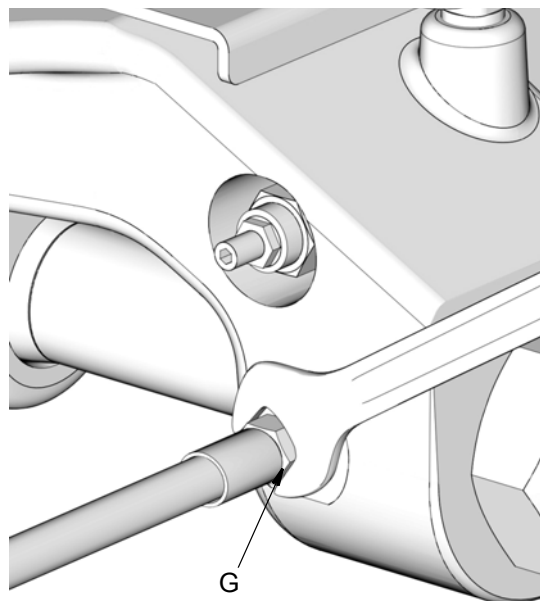

FIG. 10
- Pour relâcher la pression du système, utiliser une clé pour **desserrer lentement** le raccord de conduite de lubrification (G) de façon à ce qu'aucun lubrifiant ni air de fuite par le raccord (FIG. 10).